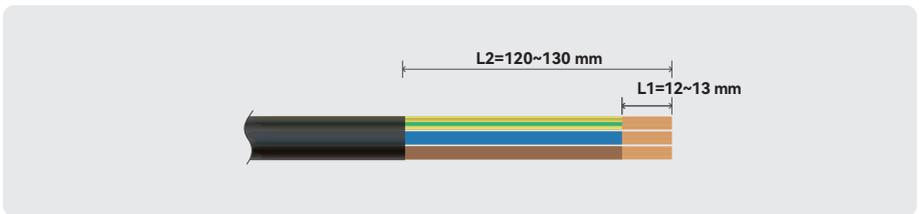

Abbildung 5-4 Abisolierschema für Kabel
- Wählen Sie ein 2,5 mm² + Kabel und isolieren Sie es gemäß Abb. 5-4 ab. Abisolierlänge L1=12 mm~13 mm, L2=120~130 mm. (Zur Auswahl des Kabels siehe die EV3600-Kabelauswahltabelle in Kapitel 5.1.1 Vorbereitung).